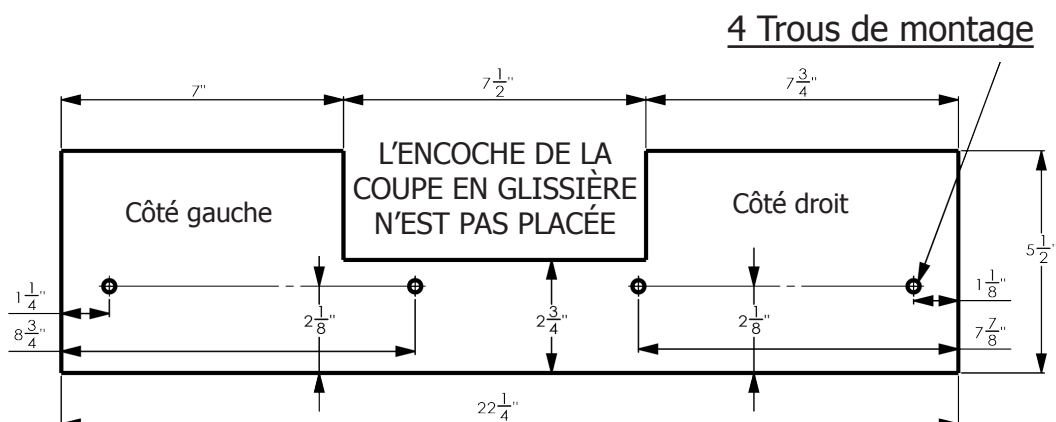

Figure 25
1. Voir la figure 25 pour les dimensions du guide auxiliaire.
7. L'entaille illustrée dans la figure 25 doit être découpée afin de pouvoir effectuer des coupes en glissière en utilisant le guide auxiliaire.